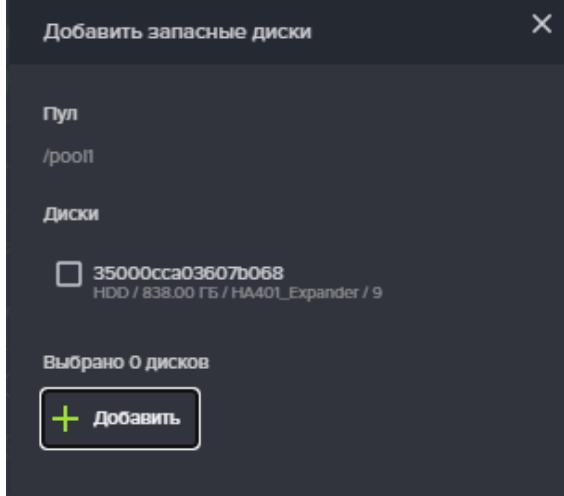

Рисунок 57. Добавление в пул запасного диска.
4. Нажмите на кнопку «**Добавить запасные диски**», откроется окно добавления запасных дисков (см. Рисунок 57);